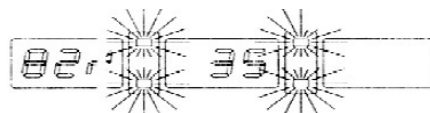

Fig18
- rotiti roata pana se aprind cele doua LED-uri exterioare (Fig18.), si faceti semn pe anvelopa la pozitia de ora 12